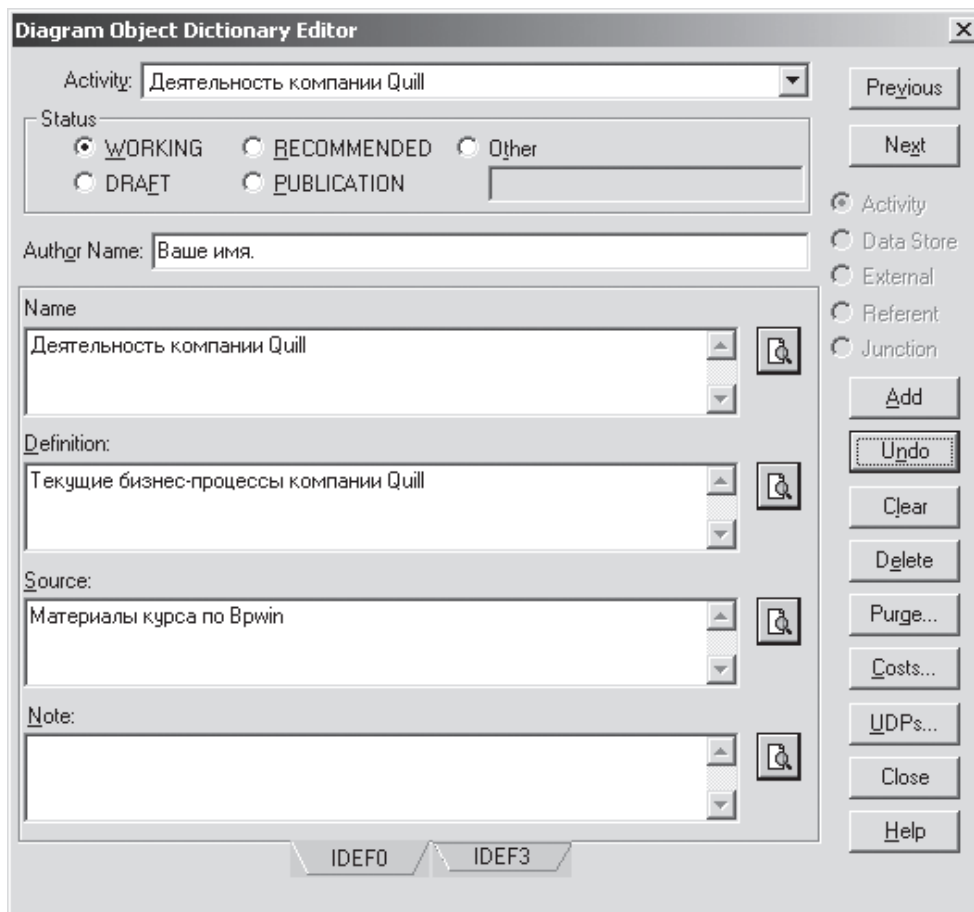

Рис. 2.2. Словарь Diagram Object Dictionary
- Для изменения свойств работ после их внесения в диаграмму можно воспользоваться словарем объектов модели. Вызов словаря — Model/Diagram Object Editor (рис. 2.2).